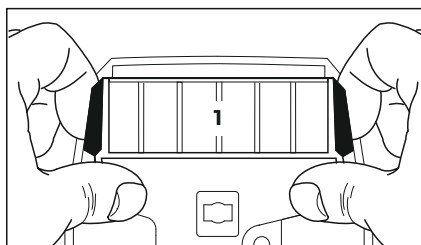

Рис. 65
- Воздушный фильтр (рис. 65, поз. 1) с помощью указательных пальцев откинуть по направлению задней рукоятки, при этом большой палец упирается в корпус.